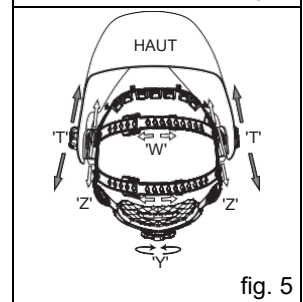

fig. 5
La circonférence totale du harnais peut être agrandie ou réduite en tournant le bouton situé à l'arrière du harnais (voir l'ajustement « Y » à la fig. 5). L'ajustement peut se faire pendant le port du casque. Il permet de régler la bonne tension pour que le casque reste fermement sur la tête sans être trop serré.
• Si le harnais est trop haut ou trop bas sur votre tête, réglez la sangle qui passe sur le dessus de votre tête. Pour ce faire, libérez l'extrémité de la bande en poussant la goupille de verrouillage hors du trou de la bande. Faites glisser les deux parties de la bande pour obtenir une largeur plus ou moins grande selon les besoins et poussez la goupille de verrouillage dans le trou le plus proche (voir l'ajustement « W » à la fig. 5).
Étape 1 : desserrez le contre-écrou (voir « T » à la fig. 5) pour régler la distance entre le casque et votre visage en position basse.
Étape 2 : desserrez l'écrou de blocage de chaque côté du casque et rapprochez ou éloignez-le de votre visage (voir l'ajustement « Z » à la fig. 5). Il est important que vos yeux soient tous deux à la même distance de l'objectif. Dans le cas contraire, l'effet d'assombrissement peut sembler inégal.